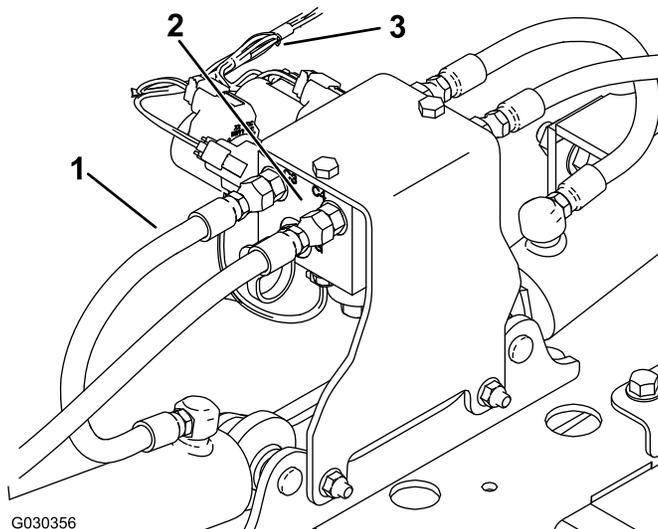

Bild 1
1. Schließen Sie den Kabelbaum vom Hydraulikverteilerblock ab (**Bild 1**).
2. Beschriften Sie alle Schläuche, die am Hydraulikverteilerblock angeschlossen sind, und schließen Sie vom Block ab (**Bild 1**).